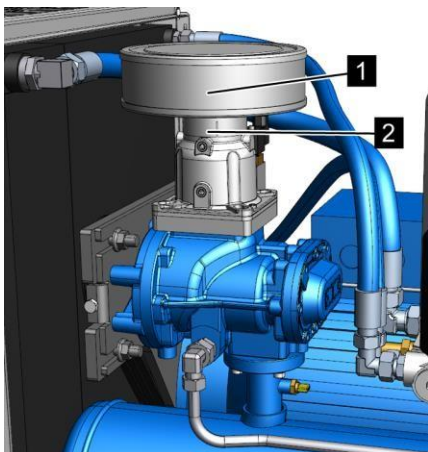

Рис. 42: Отсоединение хомутика
4. Отсоедините хомутик приемного фильтра (Рис. 42/2).
5. Извлеките старый приемный фильтр (Рис. 42/1).
6. Установите новый приемный фильтр (Рис. 42/1).
7. Затяните хомутик приемного фильтра (Рис. 42/2). ↪ Приложение В «Моменты затяжки винтов» на странице 119